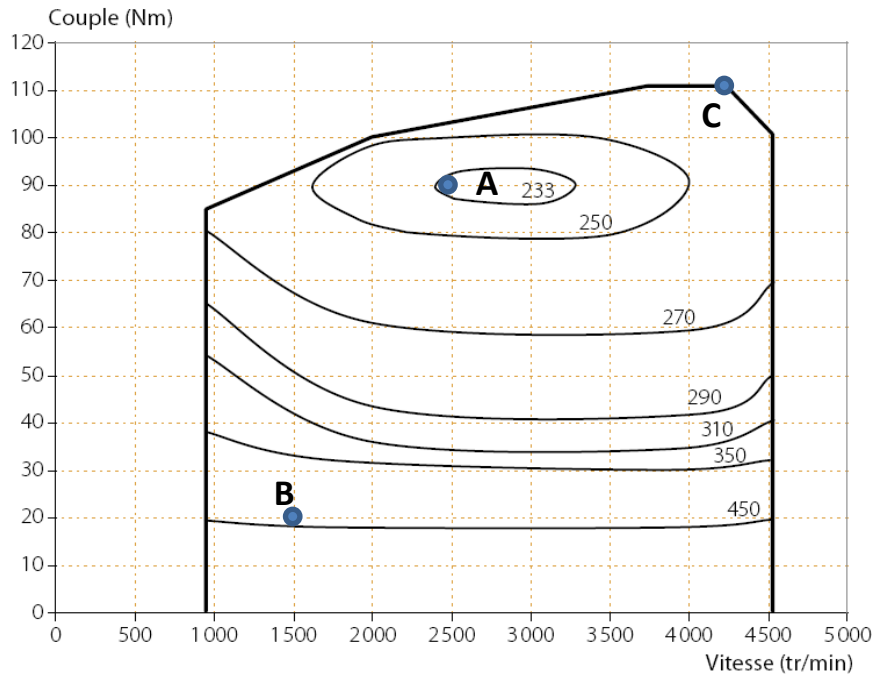

Figure 2 : carte d'isoconsommation de l'ICE
- La Figure 2 montre les limites de fonctionnement du moteur dans le plan couple/vitesse. Elle précise également la consommation spécifique du moteur (en g/kWh) suivant les zones de fonctionnement.
1.1.1. A partir de la Figure 2, calculer le rendement du moteur thermique (%) aux points A, B et C.
1.1.2. A partir de la Figure 2, représenter sur la Figure 4 l'évolution de la puissance maximale du moteur thermique sur une plage de régimes de 970 à 4500 tr/min.